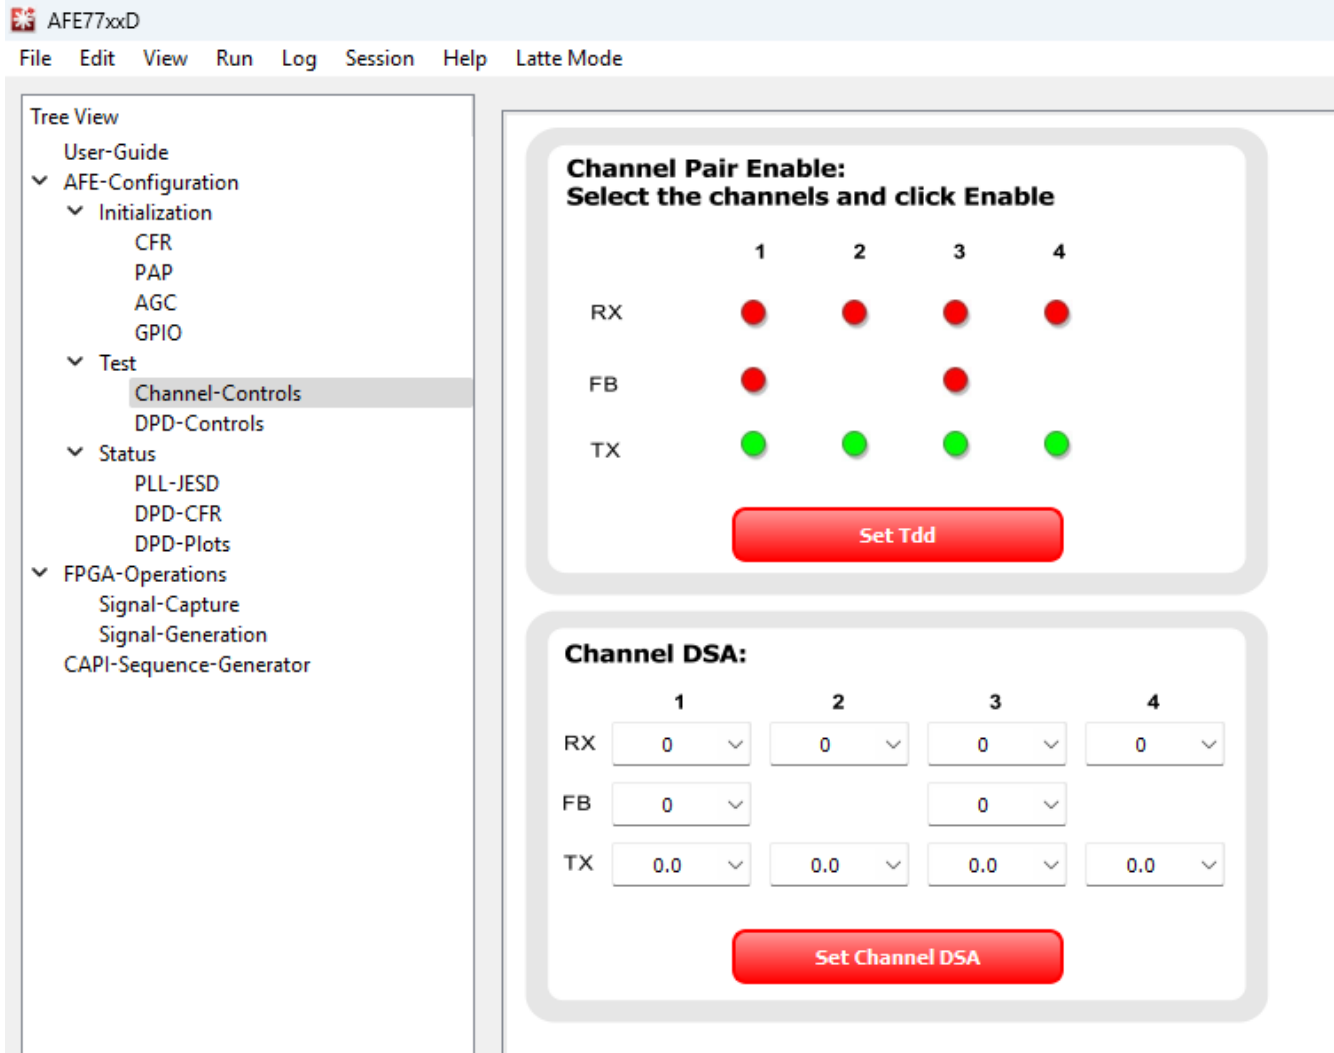

图 3-18. 启用 TX TDD
11. 通过将 TX 通道设置为绿色，启用这些通道的 TDD，如 图 3-18 所示。然后、单击 **Set TX TDD**。日志窗口中应该会出现一条消息，显示 “TDD set”。